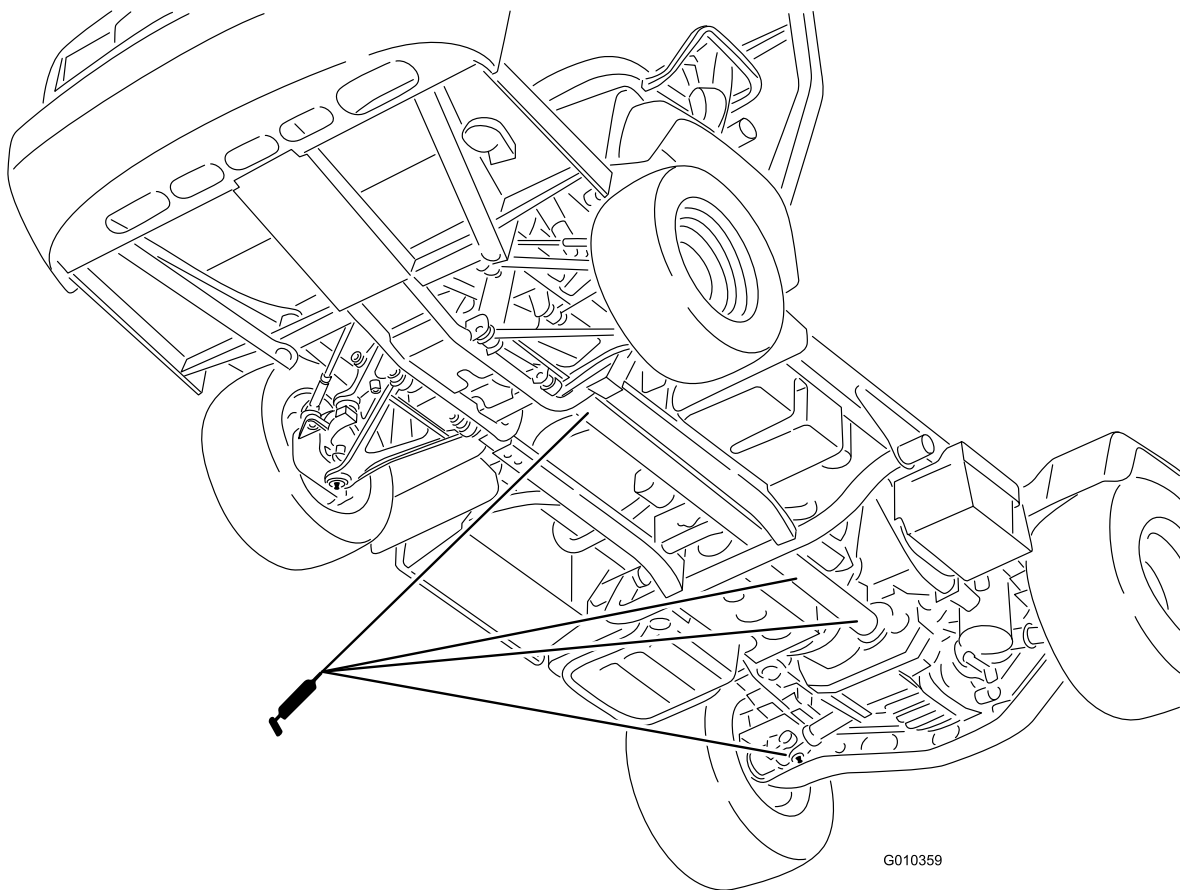

Bild 42
- U-Gelenk (18) und Allradantriebswelle (3) (Bild 42)